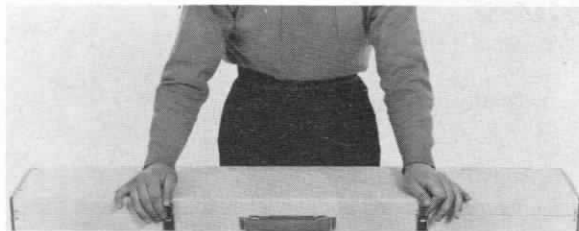

Fig. 5
1. Posar la máquina sobre una mesa bien firme, la placa de identidad hacia arriba y el puño de transporte por detrás, después abrir la maleta (Fig. 5).